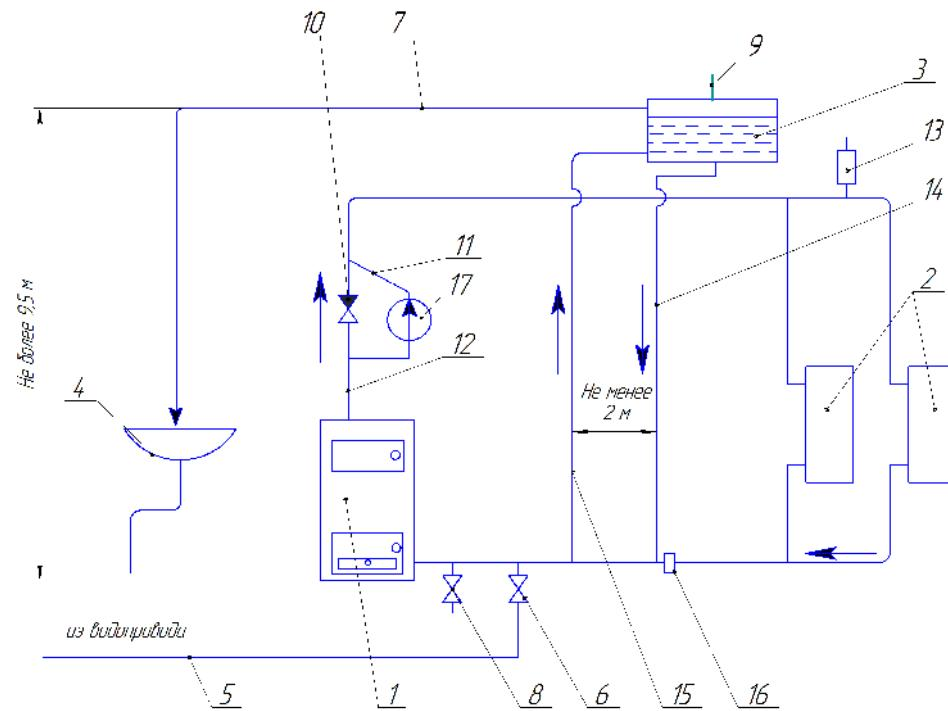
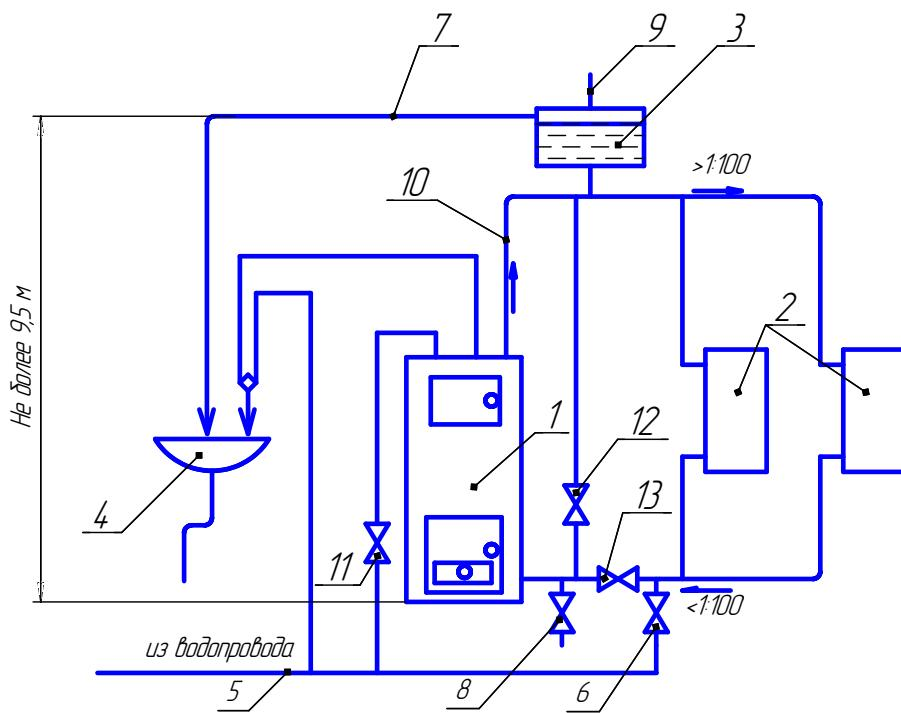
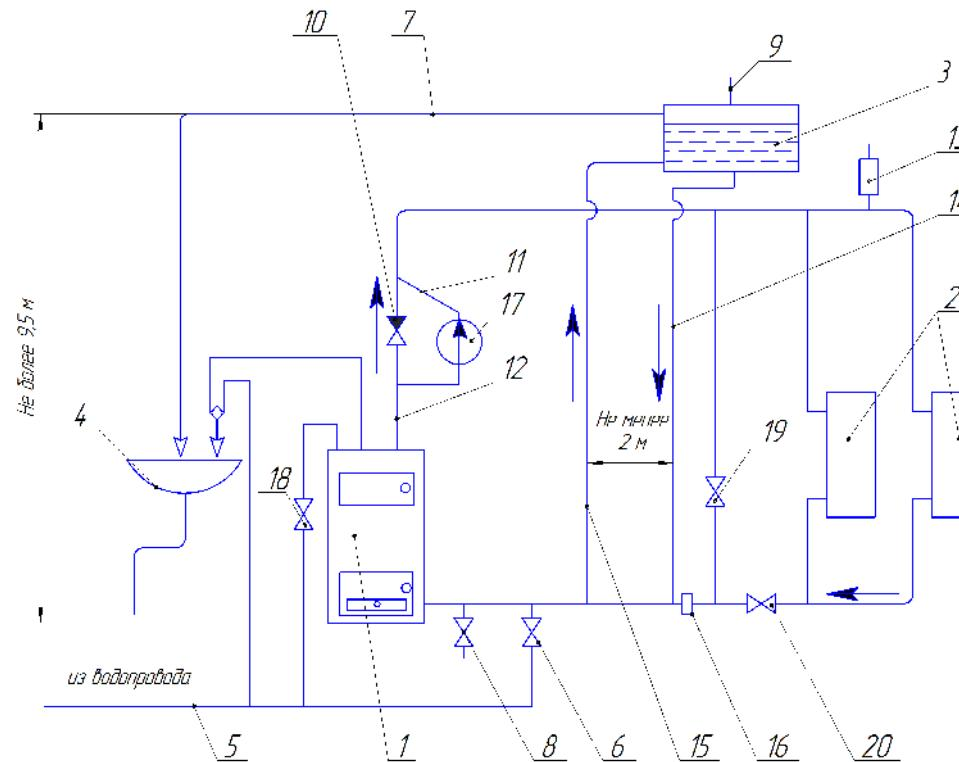

Рисунок 6.3 - Схема присоединения котла к отопительной с искусственной циркуляцией.
Рисунок 6.4 - Схема присоединения котла с водоподогревателем к отопительной системе с естественной циркуляцией.
Рисунок 6.5 - Схема присоединения котла с водоподогревателем к отопительной системе с искусственной циркуляцией.
6.8 При необходимости для создания искусственной циркуляции горячей воды в системах отопления можно использовать циркуляционный насос, например ЦН-25-6 (ЦН-32-6) (рисунок 6.3 и рисунок 6.5).
9.2 При длительном водозаборе горячей воды целесообразно увеличить форсировку котла и довести температуру воды в кotle до 85-90 °C, для этого необходимо пробковый кран 12 рисунок 6.4 (19 рисунок 6.5) открыть, кран 13 рисунок 6.4 (20 рисунок 6.5) закрыть. При этом перекрывается система отопления. После окончания водозaborа горячей воды и для восстановления циркуляции воды в системе отопления пробковый кран 13 рисунок 6.4 (20 рисунок 6.5) открыть, а кран 12 рисунок 6.4 (19 рисунок 6.5) закрыть. Для обеспечения длительного водозaborа с постоянными параметрами воды, котёл должен работать в стационарном режиме (с постоянным расходом газа или постоянной форсировкой топки при сжигании твердого топлива).
9.3 При использовании горячей воды в зимнее время кран 12 рисунок 6.4 (19 рисунок 6.5) не открывать на длительное время во избежание замерзания воды в системе отопления.
10.1 Наполнение системы водой из водопровода производится через вентиль 6 (рисунок 6.2 и рисунок 6.3). Наполнять до появления воды из переливной линии. Для опорожнения системы в нижней точке её устанавливается спускной вентиль 8.